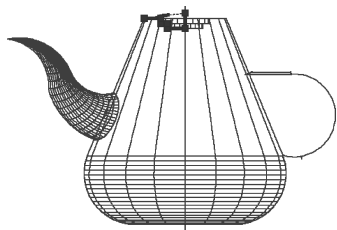
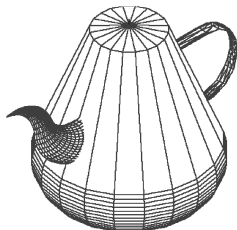

图 11-59 绘制壶盖轮廓线
图 11-60 消隐处理
(1) 在命令行中输入“ucs”，设置用户坐标系，新建坐标系，将坐标系切换到世界坐标系，并将坐标系放置在中心线端点。
(2) 单击“视图”选项卡“视图”面板中的“前视”按钮，将视图方向设定为前视图。单击“默认”选项卡“绘图”面板中的“多段线”按钮，绘制壶盖轮廓线，如图 11-59 所示。
(3) 选择菜单命令“绘图”→“建模”→“网格”→“旋转网格”，将第(2)步绘制的多段线绕中心线旋转 360°。
(4) 单击“视图”选项卡“视觉样式”面板中的“西南等轴测”按钮，选择菜单命令“视图”→“消隐”命令，将已绘制的图形消隐，消隐后的效果如图 11-60 所示。